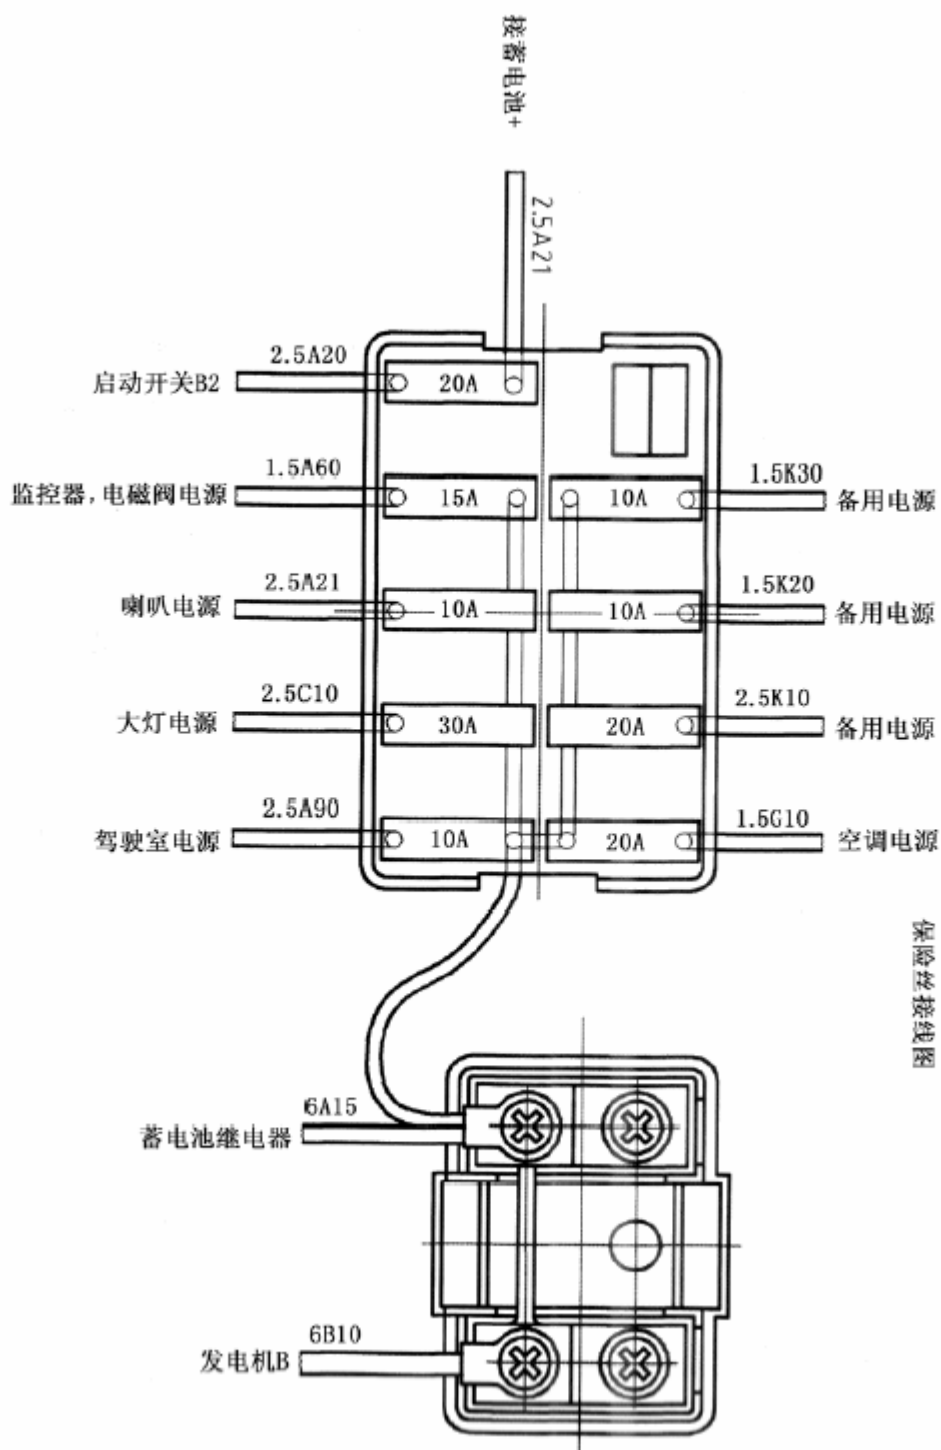

Рисунок 1-31
1.4.3.3. Блок плавких предохранителей (рисунок 1-31)